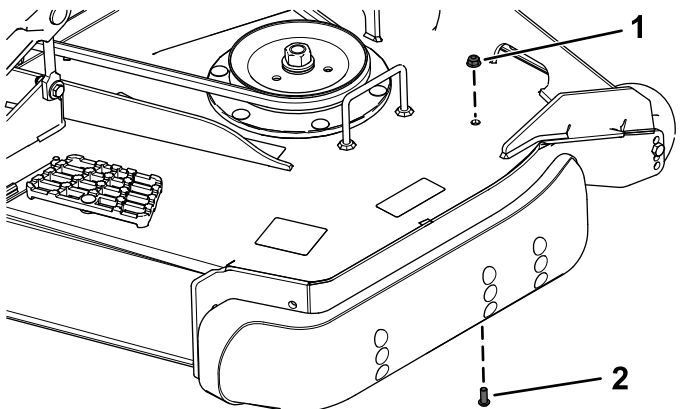

Bild 6
- Entfernen Sie die Halbrundschaube (5/16" x 3/4") und die Bundmutter (5/16") von der linken Seite des Mähwerks (Bild 6).